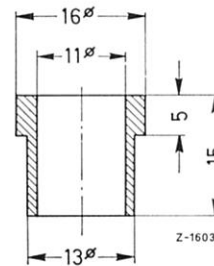

Bild 46-24/26
Anm.: Das Druckstück (30) ist nach den im Bild 46-24/26 angegebenen Maßen selbst anzufertigen.